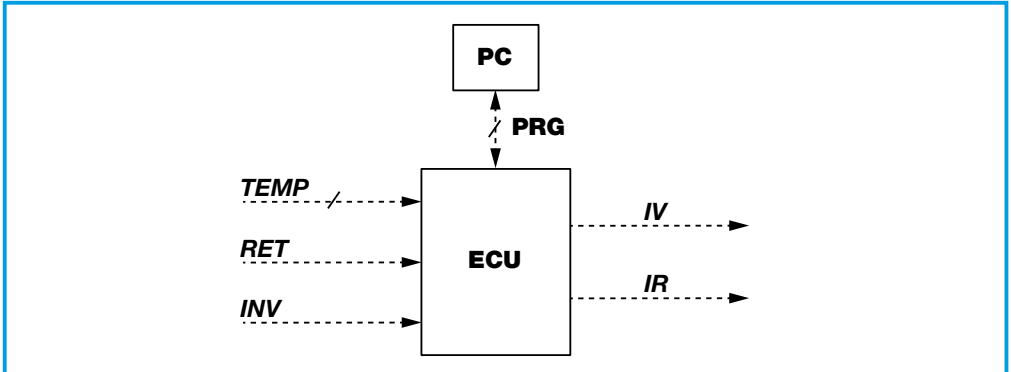

Fig. 1 - Abb. 1 Diagramma del controllo elettronico della ventola
Il principio di funzionamento della centralina elettronica è illustrato in **Fig. 1**, in riferimento alla configurazione circuitale più articolata tra quelle disponibili, dotata di comando proporzionale con inversione.
*The operating principle of the electronic control unit is shown in **Fig. 1**, with reference to the most well-structured circuit configuration of those available, equipped with a proportional command with inversion.*
Das Funktionsprinzip der elektronischen Steuereinheit ist in **Abb. 1** abgebildet und zwar in der komplexesten der lieferbaren Konfigurationen, bestückt mit Proportionalsteuerung und Reversion.